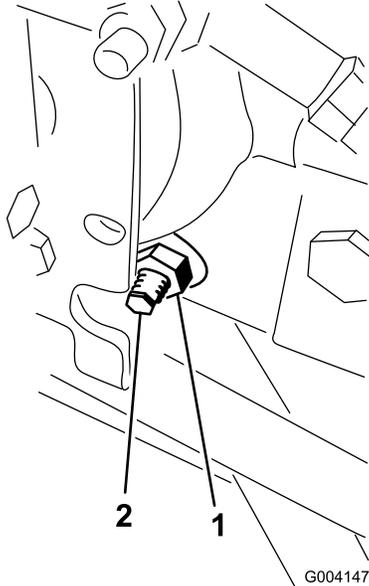

图58
3. 在静液压泵的右侧，松开牵引调节凸轮（图58）上的锁紧螺母。